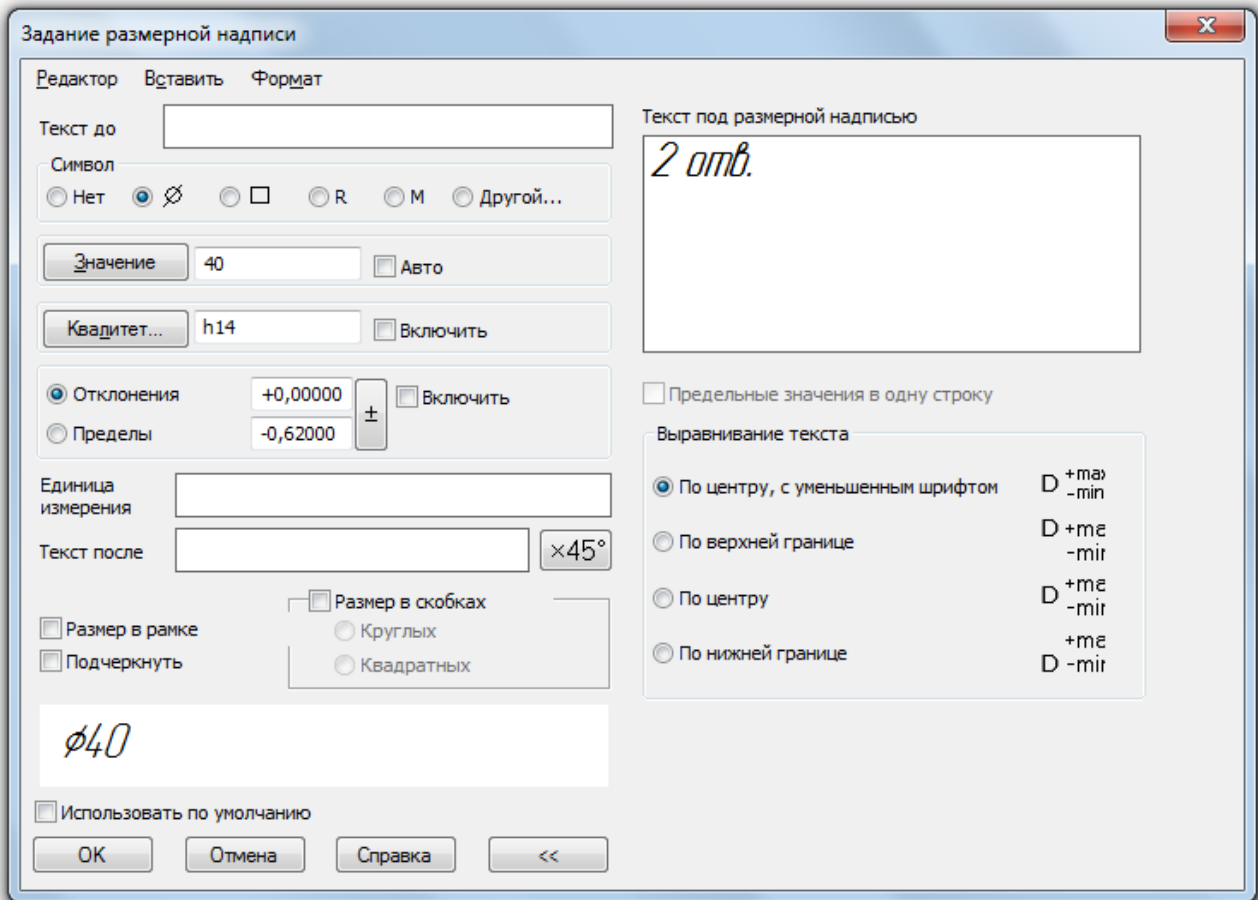

Рис. 20. Специальное поле ввода текста
- введите в **Специальное поле ввода** текст – 2 отв. И подтвердите – **ОК** (рис. 20);